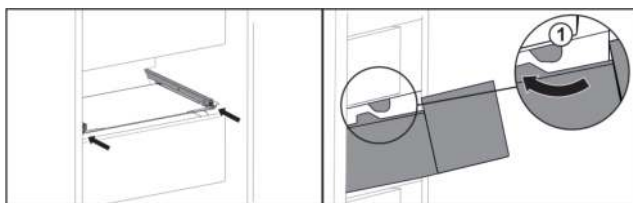

Fig. 127
- Schubfach um die Stopper Fig. 127 (1) herumführen.